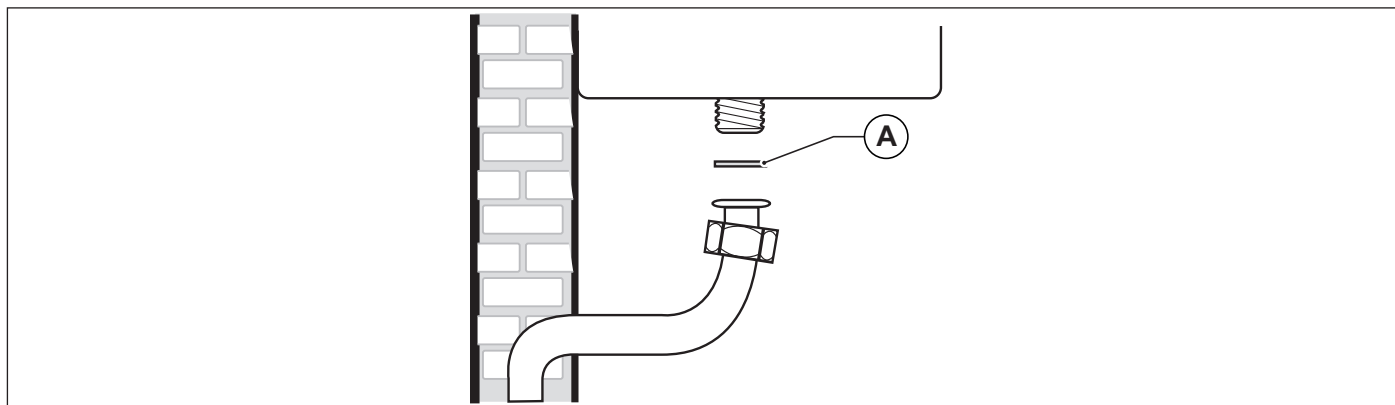

Fig. 17 Allacciamento alla rete del gas
E' OBBLIGATORIO, per collegare l'attacco gas della caldaia alla tubazione di alimentazione, interporre una guarnizione (A) a battuta di misure e materiali adeguati (vedi Fig. 17 Allacciamento alla rete del gas).